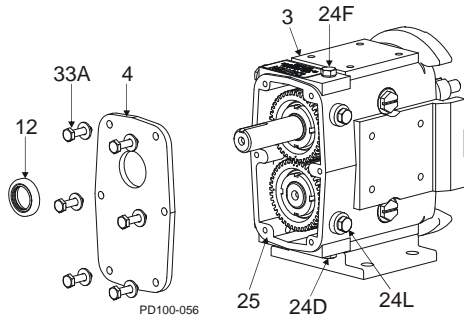

Abbildung 68 - Abnehmen des Getriebegehäusedeckels
1. Entfernen Sie den Ölablassstopfen ((Abbildung 68, Pos. 24D) und lassen Sie das Öl ab.
2. Entfernen Sie die Zylinderschrauben aus dem Getriebegehäuse (Abbildung 68, Pos. 33A).